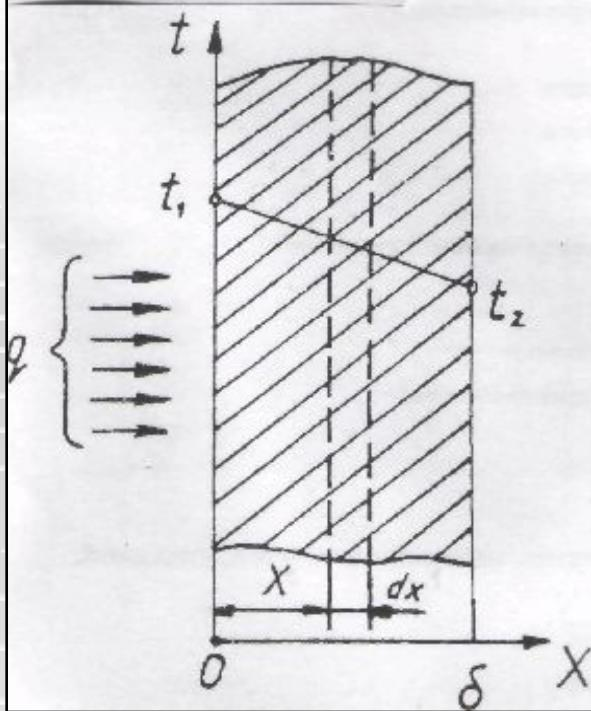

Рис. 11.2.
- Рассмотрим процесс теплопроводности в однородной плоской стенке толщиной S (рис. 11.2). Коэффициент теплопроводности материала стенки λ . На поверхностях, стенки поддерживаются постоянные температуры t_1 и t_2 (режим стационарный), температурное поле одномерно и меняется только в направлении оси x . Внутренние источники тепла в стенке отсутствуют. На основании уравнения для бесконечно тонкого слоя стенки dx , взятого на расстоянии x от поверхности, будем иметь: